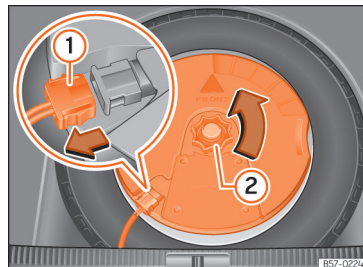

Abb. 200 Im Gepäckraum: Subwoofer ausbauen.
- Klemmen Sie das Subwoofer-Lautsprecherkabel ab »» Abb. 200 ①.
- Drehen Sie das Befestigungshandrad entgegen dem Uhrzeigersinn heraus »» Abb. 200 ②.